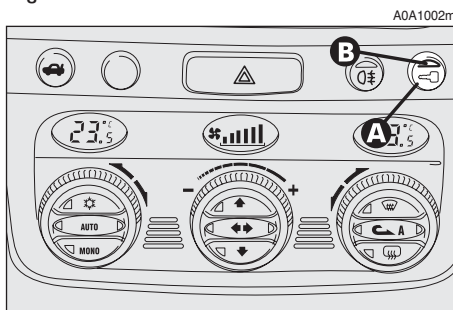

fig. 12
— Para cerrar la puerta, empújela; para impedir que se abra desde el exterior pulse la tecla (A-fig. 12) ubicada en el salpicadero, el led de disuasión (B) ubicado en la misma tecla se enciende con luz amarilla para confirmar su bloqueo.